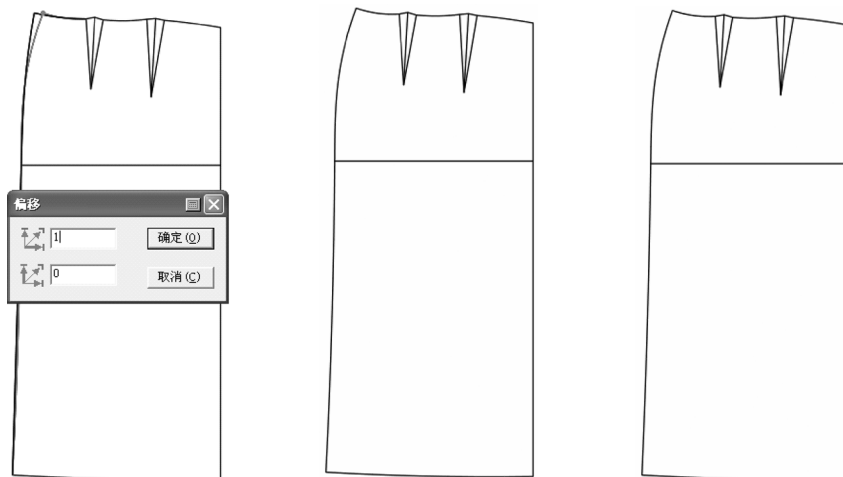

图1-13
(2) 选择  【调整】工具框选后片腰围线侧缝端点部分，按【Enter】键输入横向1cm确认即可。因为后片腰围量是20.5cm（计算公式：腰围68cm/4-互借量0.5cm+省量4cm），所以要减少1cm。选用  【调整】工具调顺后片侧缝线（图1-13）。